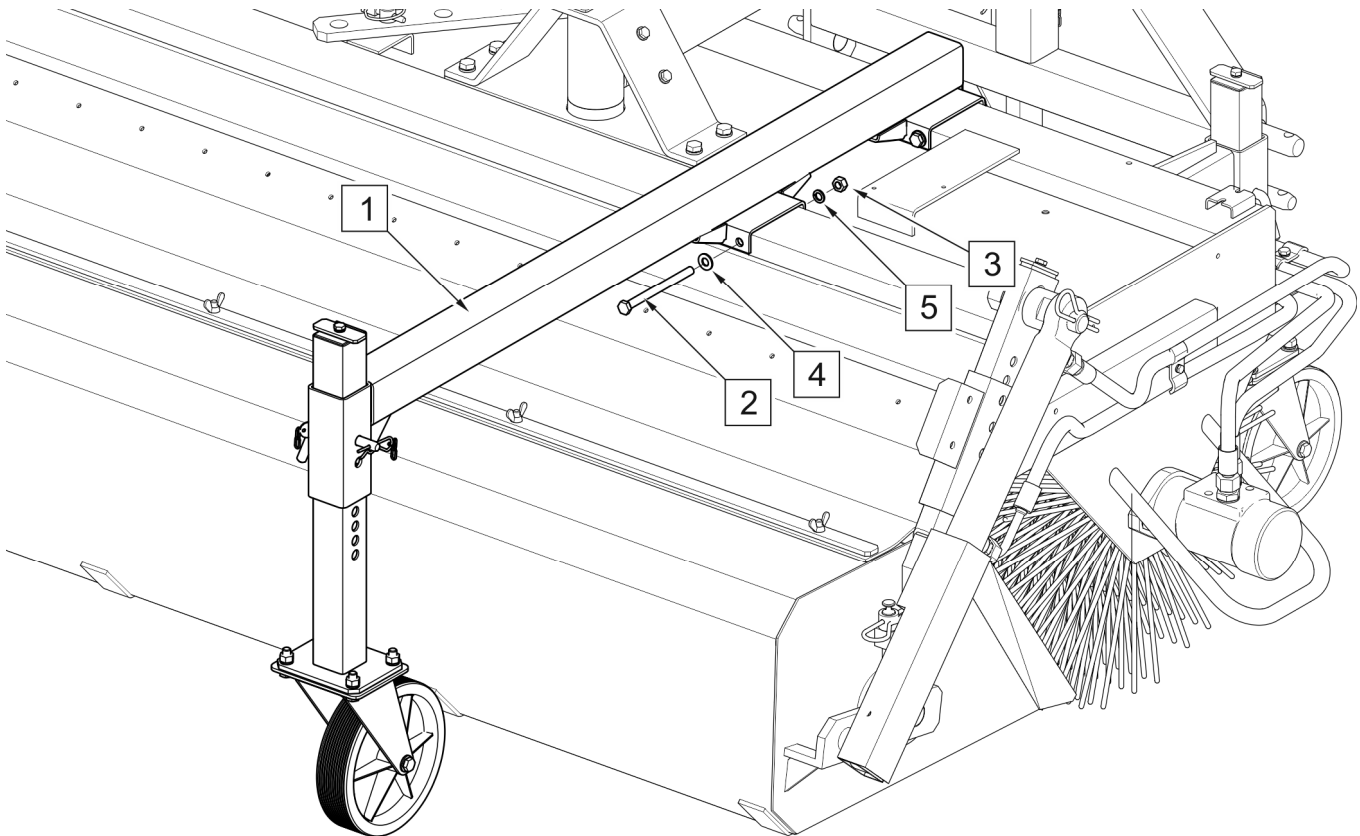

РИСУНОК 4.6 Монтаж переднього опорного колеса (опція)
Для покращення можливості повторювання рельєфу під час роботи з підмітальною машиною, підвішеною спереду тягача, на раму підмітальної машини слід встановити додаткове опорне колесо (кат. № 12RPN-22.00.00). Кронштейн (1) разом з колесом (РИСУНОК 4.6) пригвинчується до рами підмітальної машини болтами (2) разом з гайками (3) і шайбами (4) і (5). Після встановлення додаткового колеса відрегулюйте його висоту (див. 5.1 РЕГУЛЮВАННЯ ЦИЛІНДРИЧНОЇ ЩІТКИ).